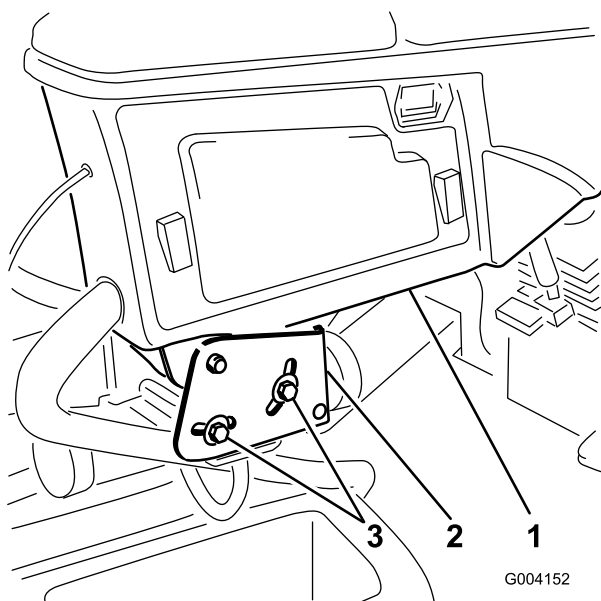

図 3
1. コントロールアームをリテーナブラケットに固定している2本のボルトをゆるめる **図 3**。